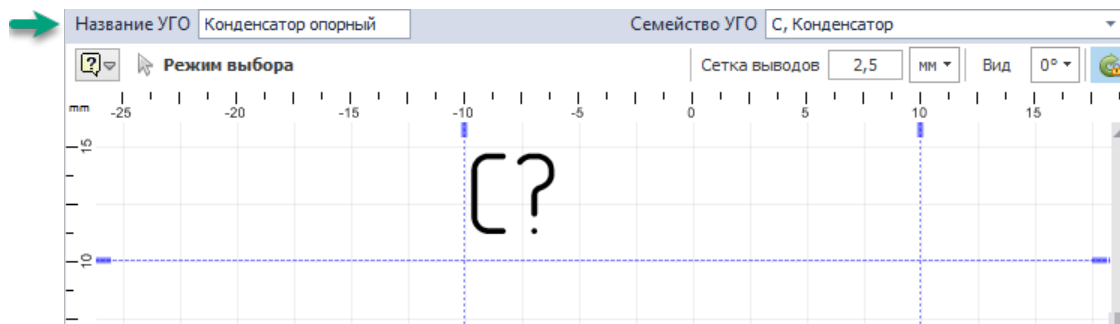

Рис. 41 Ввод названия УГО
3. Введите название УГО, Рис. 41.